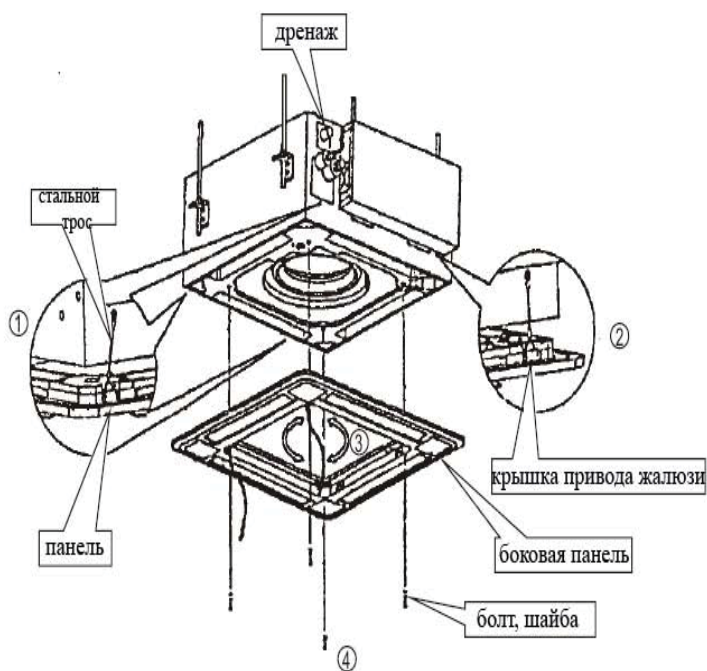

Рис.11
• Выкрутите болты, и снимите их. (рис.11)
- Закрепите крепления панели электродвигателя привода жалюзи и его противоположной стороны к соответствующему накопителю влаги (см. рис. 11 (1)). Затем отогните два других крепления соответствующего крепления подвеса корпуса (рис. 11 (2)).
- Выровняйте 4 крепления панели, сохраняя панель в горизонтальном положении, затем прикрутите панель к потолку (рис. 11 (3)).
- Регулируя панель в направлении, указанном стрелками на рисунке 11 (4), слегка подгоните центр панели к центру отверстия. Убедитесь, что крепления в 4-х углах корпуса надёжно закреплены и надёжно затянуты.